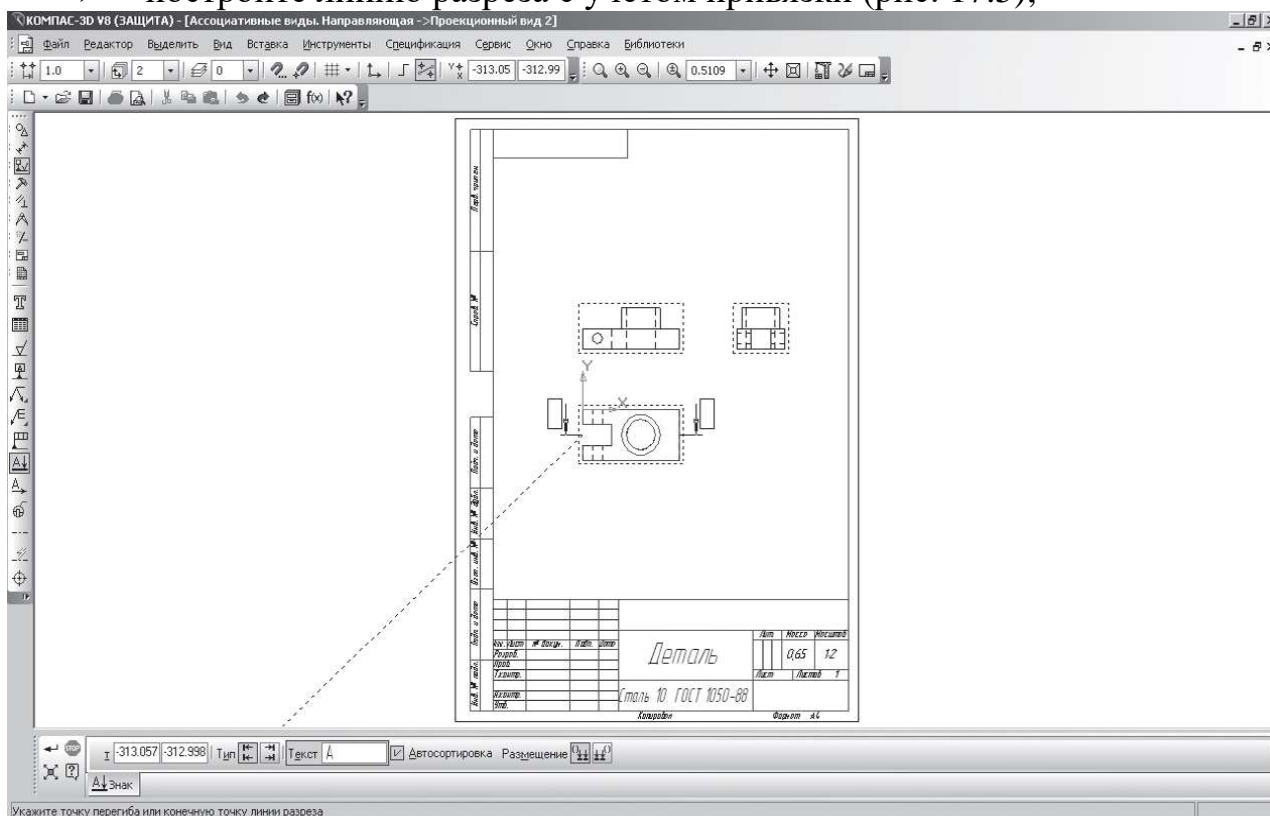

Рис. 17.5
- постройте линию разреза с учетом привязки (рис. 17.5);